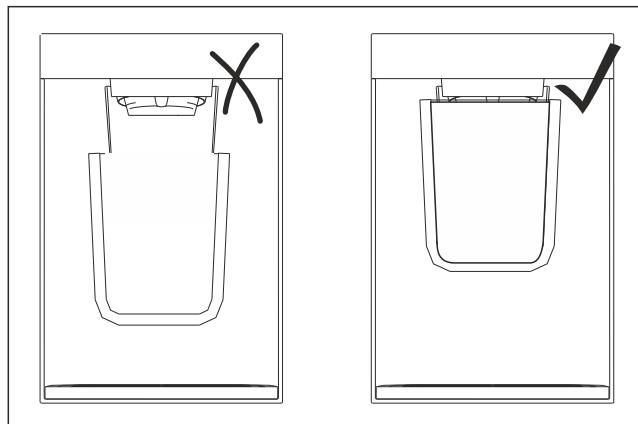

Fig. 103 Beispielhafte Darstellung
- Gefäß möglichst nahe an Ausgabekante halten. (siehe Fig. 103)